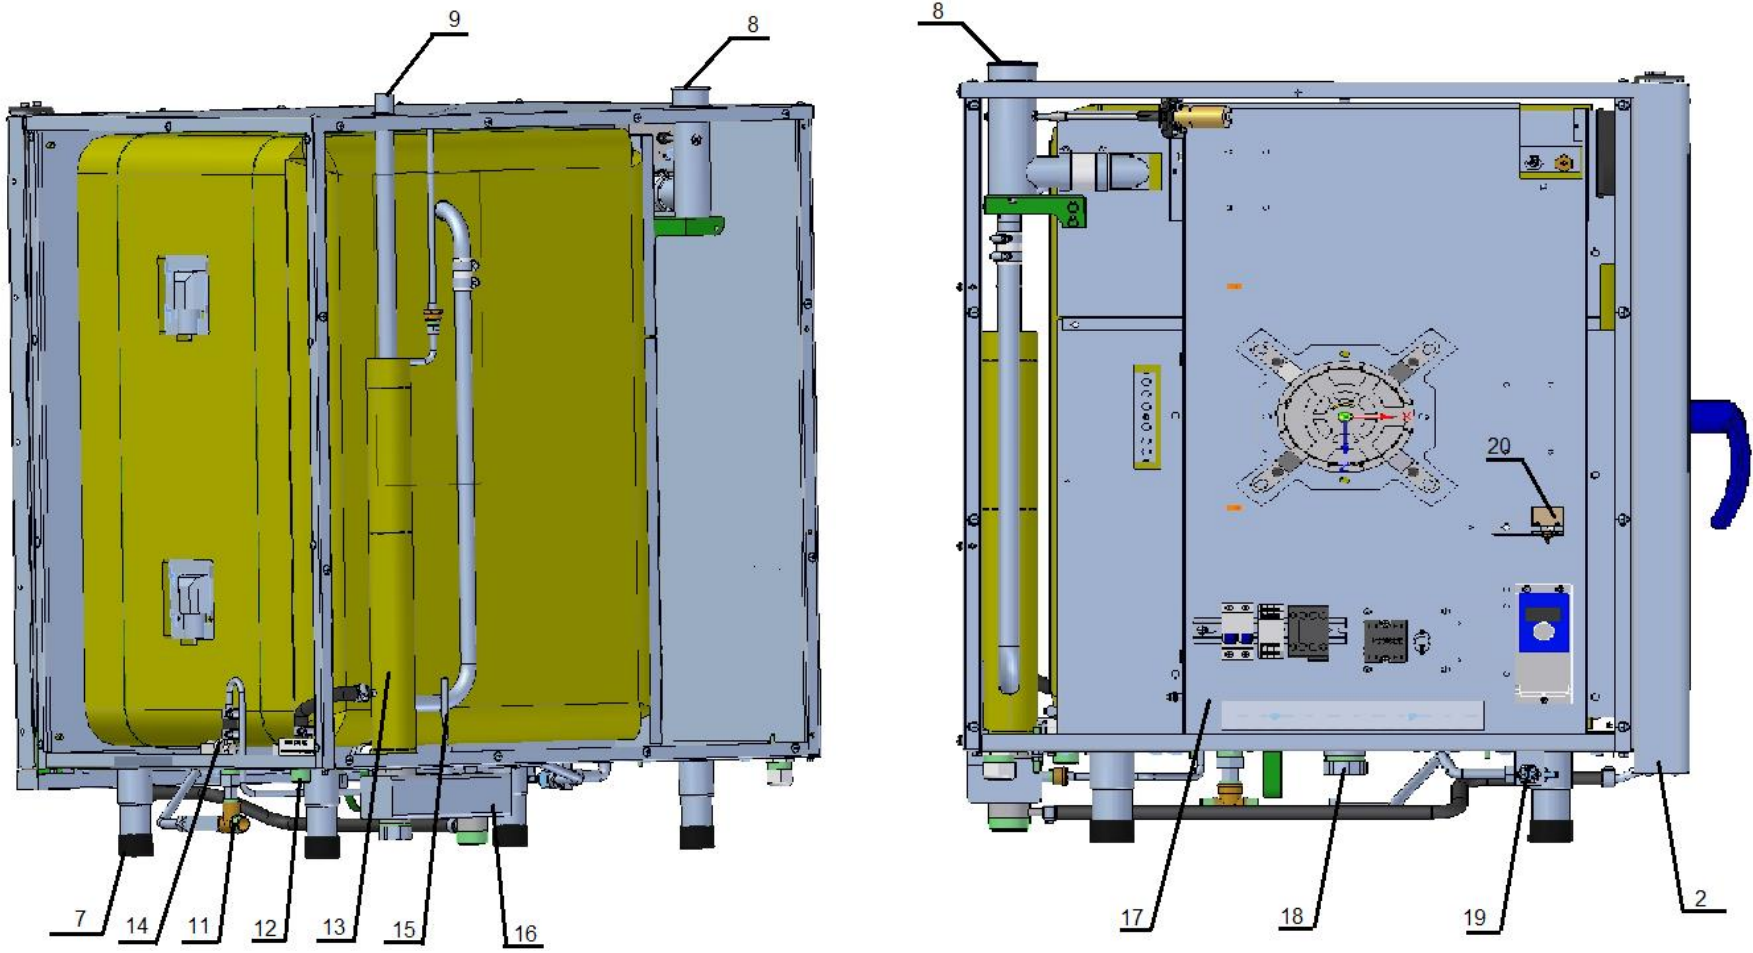

Рис. 2. Схема водоснабжения и водоотведения.
- рабочий элемент датчика термовыключателя (плюс) 320⁰С рис. 2 поз.20. Термовыключатель при достижении температуры в духовке (плюс) 320⁰С выдает сигнал ошибки на контроллер, а контроллер обесточивает цепи управления и выводит на индикатор условный код ошибки (см. п. 7). Одновременно с выводом кода ошибки контроллер включает звуковую сигнализацию;
Электрооборудование установлено за левой стенкой рис. 2 поз. 17.
Система водоснабжения и водоотведения пароконвектомата приведена на рис. 2.
- 3/4" рис. 2 поз. 11 – подвод воды к электромагнитному клапану форсунки.
- 1/2" рис. 2 поз. 12 – подвод воды к крану душевого устройства и системы охлаждения коллектора.
Пар из духовки попадает в коллектор рис. 2 поз. 13 конденсируется и поступает в водосборный коллектор рис. 2 поз. 16, где охлаждается и сливается в канализацию. Температуру сливаемой воды в канализацию отслеживает датчик рис. 2. поз 15, который расположен в водосборном коллекторе. По сигналу от датчика водосборного коллектора контроллер выдает сигнал управления на электромагнитный клапан рис. 2 поз. 14.
Пароконвектомат укомплектован душевым устройством, который крепится на левой боковой стенке и предназначен для ополаскивания духовки. Для перекрытия подачи воды в душевое устройство предусмотрен кран рис. 2 поз. 19.
Для слива жиров из духовки служит пробка рис. 2 поз. 18.
- подключить пароконвектомат к системе водоснабжения. Пароконвектомат подключать к системе водоснабжения только через фильтр, который снижает жесткость воды. Рекомендуется установить фильтр BRITA PURITY C150 Quell ST. Подключение пароконвектомата к системе водоснабжения осуществляется через штуцер с резьбой G1/2" (см. рис. 2 поз. 1 (наружная резьба)) и G3/4 (см. рис. 2 поз. 10 (наружная резьба)). G1/2" допускается подключать к неподготовленной воде (не через фильтр) – для повышения срока службы фильтра;